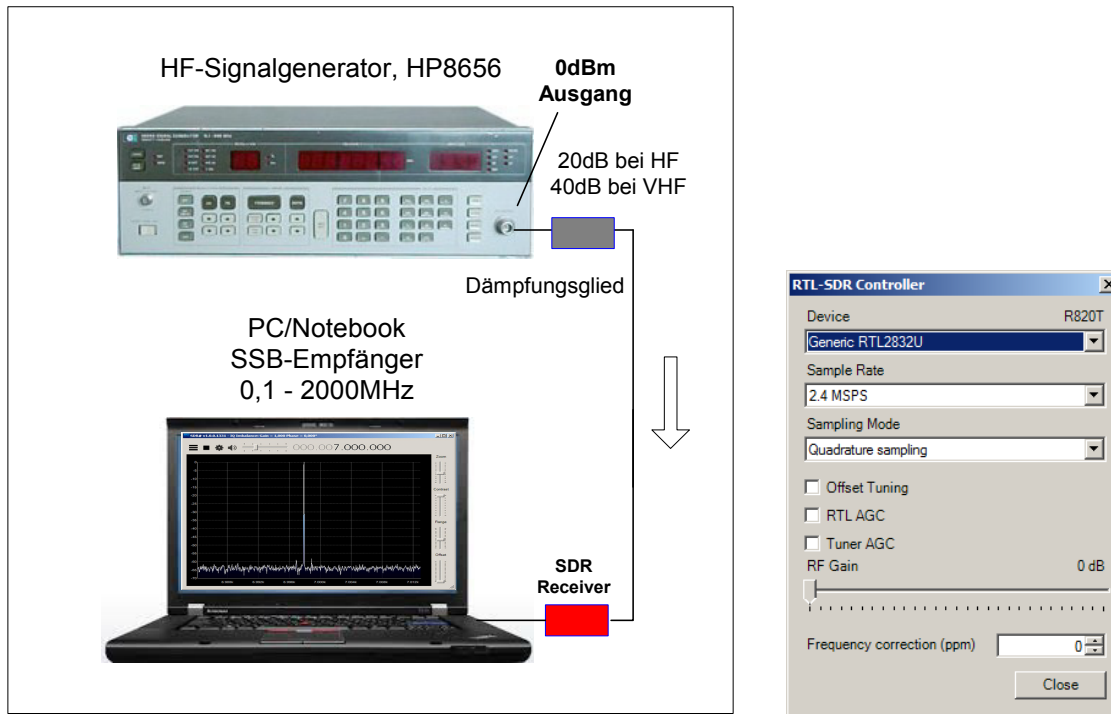

Bild 15: Messaufbau für HF-Pegelmessung und Einstellung von RF Gain in Controller (0dB)
Zur Einstellung von HF-Pegelmessungen, wird im Programm SDRSharp die "RF-Gain" auf "0dB" eingestellt (**Bild 15**). Im Frequenzbereich $0,1\text{-}30\text{MHz}$ arbeitet der SDR-Receiver mit 20dB HF-Verstärkung und im Bereich $30\text{-}2000\text{MHz}$ mit 40dB HF-Verstärkung. Zur Kompensation dieser Verstärkungen, wird dem SDR-Receiver - je nach Frequenzbereich - ein 20dB (HF) oder 40dB (VHF) Dämpfungsglied vorgeschaltet.
Nach Abstimmung des SDR-Receivers auf das zu messende HF-Signal, wird dieses mit einer vertikalen Skalierung von 5dB/Teil als Spektrallinie auf dem Display des PC's dargestellt. Bei meinen gewählten Einstellungen: **Sample Rate 2,4MSPS, Resolution 26144 und AGC off** erreicht eine Spektrallinie die oberste, horizontale Linie (0) bei einem HF-Pegel von 0dBm (1mW , 224mVeff). Die oberste horizontale Linie ist jetzt vergleichbar mit dem "Referenzpegel" eines Spektrumanalysators. Somit kann jetzt auch die absolute Leistung von Signalen (Spektrallinien) gemessen werden. Die Messdynamik beträgt $>60\text{dB}$ (Bild 15).